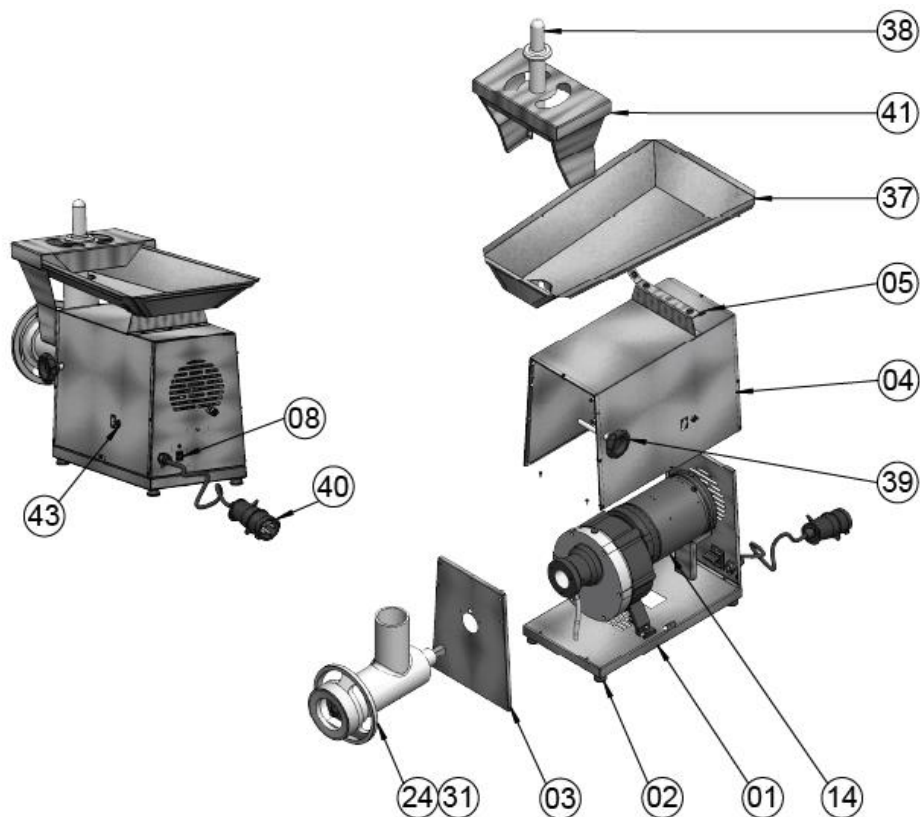
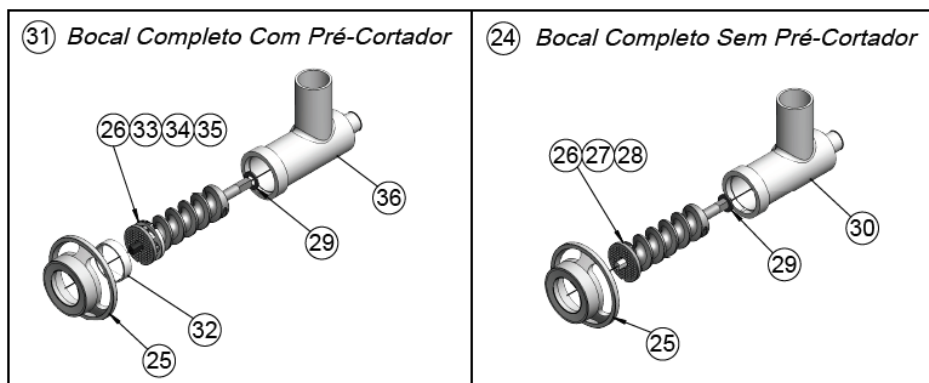

Fig. 1 – Componentes de reposição
Fig. 4 – Componentes de reposição – Bocal Completo
- ✚ Para empurrar a carne no BOCAL (Fig. 4, nº 30/36), utilize apenas o *SOQUETE* (Fig. 1, nº 38), nunca utilize qualquer outro instrumento para auxiliar a colocação de carne no bocal.
Quando montar o *BOCAL COMPLETO*, não aperte demasiadamente o *VOLANTE* (Fig. 4, nº 25), desta forma evita-se o travamento ou a quebra dos componentes internos.
Sempre que utilizar o equipamento, certifique-se que a *ARRUELA* (Fig. 4, nº 29) está posicionada de forma correta no Eixo do *CARACOL* (Fig. 4, nº 28/35), evitando atrito entre as partes de ferro ao introduzir o *CARACOL* no *BOCAL*. A utilização incorreta poderá gerar danos às engrenagens, *FACA/CRUZETA*, *DISCO/PENEIRA* e no equipamento em geral.
Tenha certeza que a montagem dos componentes do *BOCAL COMPLETO*, esteja na sequência correta, conforme item 24/31, Fig. 4.
1. Antes de utilizar o equipamento, devem-se lavar todas as partes que entram em contato com o produto a ser processado, com água e sabão neutro (leia o item 3.4);
2. Coloque os pedaços de carne sobre a *BANDEJA INOX* (Fig. 1, nº 37) e leve os mesmos com a mão até a entrada da boca de alimentação do Moedor. Com a utilização do *SOQUETE* empurre para baixo até o momento que for puxado pela Rosca-sem-fim do *CARACOL* (Fig. 4, nº 28/35).
1. Este equipamento possui um Anteparo de Segurança (Fig. 1, nº 41) que impossibilita o acesso dos membros superiores no contato do Eixo Caracol (Fig. 4, nº 28/35), garantido maior segurança do usuário.
2. Na montagem do Bocal Completo (Fig. 4, nº 24/31) o Disco/ Peneira (Fig. 4, nº 26) é fixo no Eixo Caracol, o que impossibilita o usuário de tocar na Faca/ Cruzeta (Fig. 4, nº 27/33) e no próprio Eixo sem que o conjunto esteja devidamente desmontado.
- ✚ *BOCAL COMPLETO* (Fig. 4, nº 24/31)